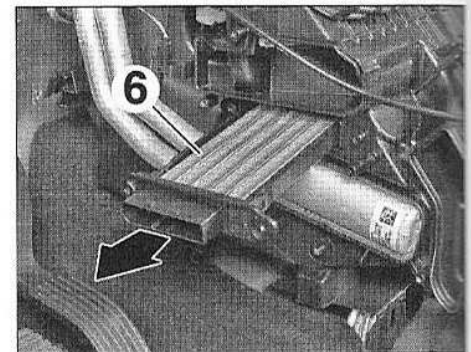

FIG.37
- les résistances chauffantes additionnelles (6) (Fig.37).